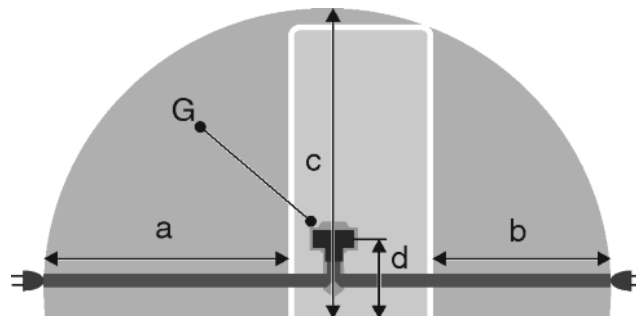

Fig. 43
- Розетка находится вне зоны задней стенки в данной зоне. *Fig. 43 (a, b, c)*
- ▶ Штекер устройства *Fig. 43 (G)* подсоединить с задней стороны устройства. Следить за правильной фиксацией.